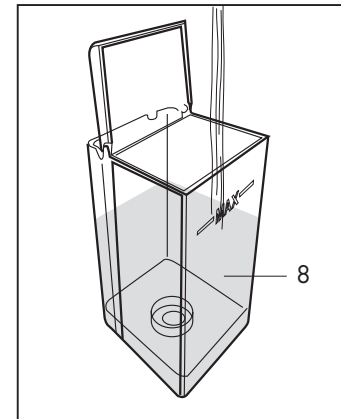

Fig. 2
- Llene el depósito con un máximo de 2,5 litros de agua fresca. **(Fig.2)**